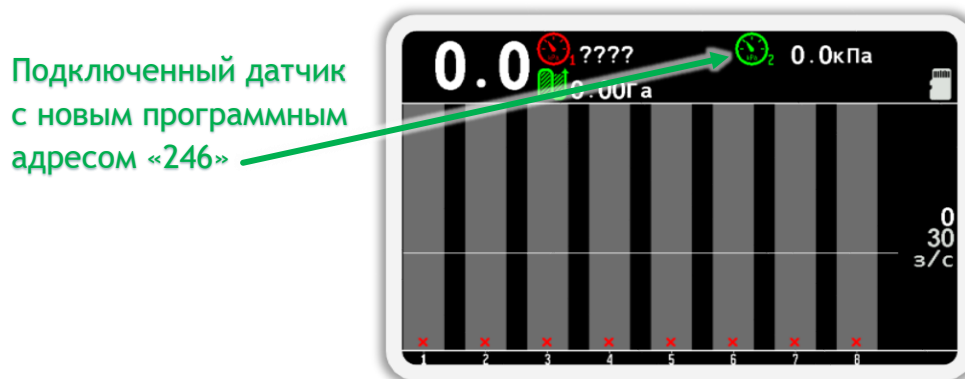

Рисунок 64
- Убедитесь, что адрес датчика изменился на требуемый. Для этого физически отключите и подключите датчик к жгуту связи. После этого вернитесь на главный экран (см. Рисунок 64). Для этого сначала выйдите из меню «Сервис», а затем закройте меню главного экрана. (используйте кнопку  «Назад»).